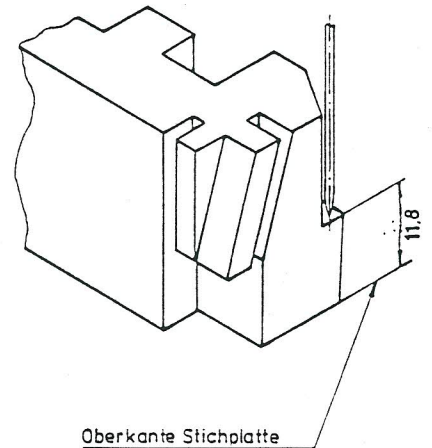

Abb. 1
- Hebel 1 gemäß Einstellmaß im oberen Totpunkt einstellen und mit Hebel 2 klemmen (Abb. 1)